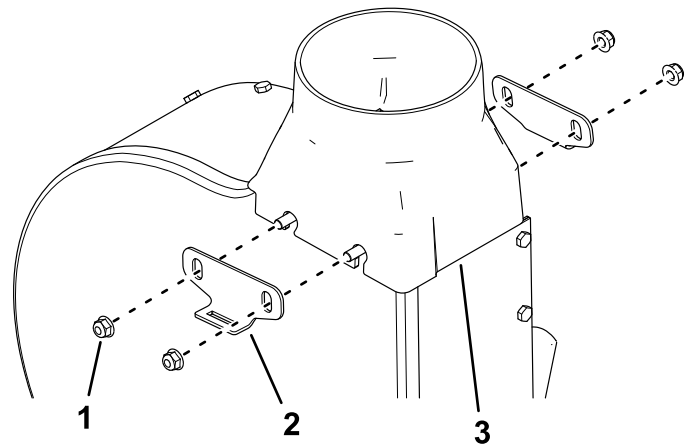

Figure 7
1. Fixez la nouvelle partie intermédiaire avec 2 plaques et 4 écrous (Figure 7).